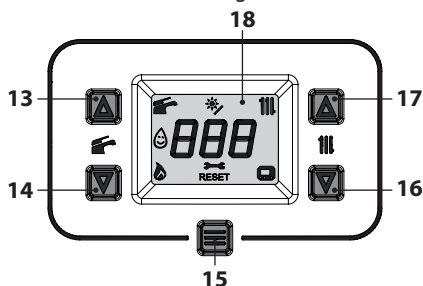
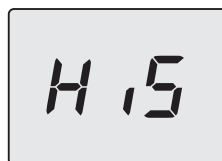

Figura 9.28
Figura 9.29
- Entrare in "modalità programmazione" premendo contemporaneamente per 5 secondi i tasti 13 e 15 (Figura 9.28) fino a far apparire sul display LCD le lettere **HiS** che indicano il menu "Storico delle caldaia" (Figura 9.29).
- Premere per 1 sec. il tasto 14 (Figura 9.28) per entrare nel parametro selezionato. Il display visualizzerà quanto segue (**31**=H 25, **33**=H 30 o **34**=H 35) (Figura 9.32).
- Premendo contemporaneamente i tasti 13 e 15 (Figura 9.28) si esce senza modificare il valore (ritorno al livello precedente Figura 9.31).
- tenere premuti contemporaneamente i tasti 13 e 15 per 5 sec. (Figura 9.28) (ritorno al livello precedente).